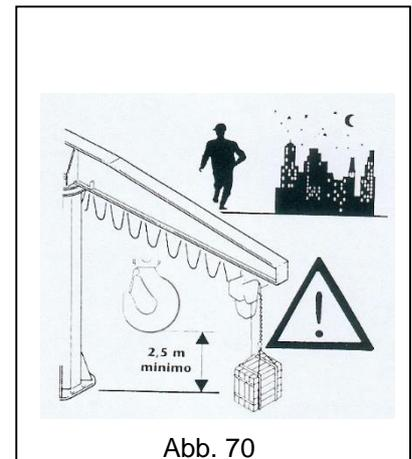

Abb. 70
- **STETS** bei Arbeitsende Kranausleger, Haken und Steuertafel so positionieren, dass sie keine Kollisionsgefahr darstellen. Den Haken, soweit möglich, auf eine Höhe von ≥ 250 cm anheben (Abb. 70).